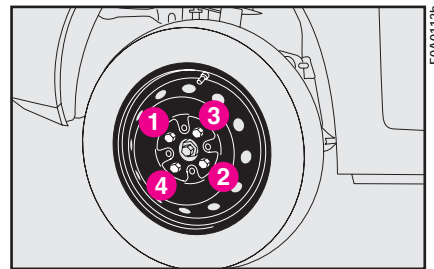

рис. 11
**19)** Затяните болты крест-накрест в порядке, указанном на рис. 11.